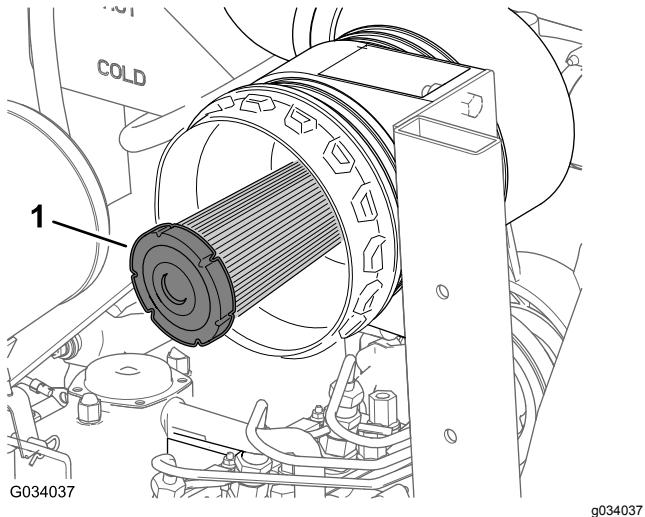

Figura 46
2. Verifique se existe pó ou detritos no filtro de segurança (Figura 46).
Importante: Nunca tente limpar o filtro de segurança (Figura 46). Substitua o filtro de segurança após três operações de manutenção do filtro primário.